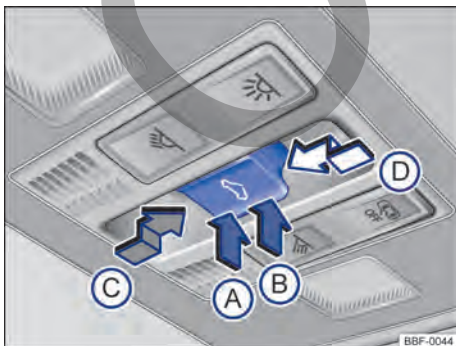

Fig. 63 En el revestimiento del techo: teclas para el techo solar y cortina de protección solar.
- **Levantar el techo solar:** presione la tecla → **fig. 63** **(B)** hasta el primer nivel. Recorrido automático: presione la tecla **(B)** hasta el segundo nivel.
- Presione la tecla  hasta el segundo nivel → fig. 63 , hasta que el techo de vidrio esté completamente cerrado.